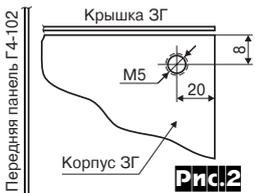

Рис.2
**Доработка выполняется в следующей последовательности.** Снимаем верхнюю и нижнюю крышки корпуса Г4-102. Удаляем клемму заземления, находящуюся в левом нижнем углу передней панели. В появившемся отверстии устанавливаем потенциометр R2 (СП4-1А), а рядом с ним - монтажную стойку, изолированную от корпуса. Со стороны днища Г4-102 снимаем крышку задающего генератора (ЗГ) и делаем отверстие согласно рис.2 с резьбой М5 или М6 в соответствии с резьбой на С2. Внутри отсека ЗГ выполняем навесной монтаж части схемы до С2, а VD2, С4 и R3